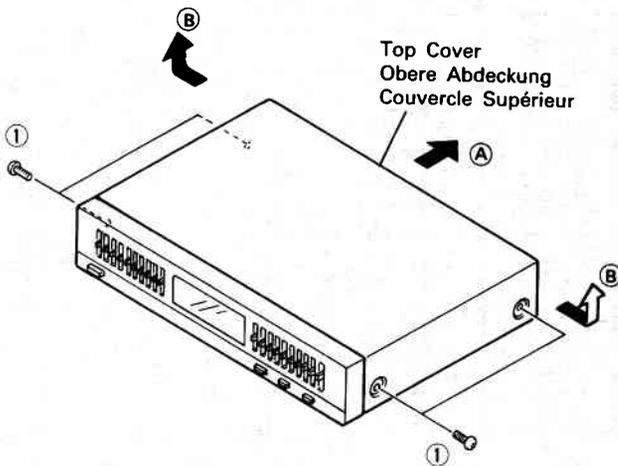

Fig. 1 Abb. 1
1. Top Cover (Fig. 1)
1. Obere Abdeckung (Abb. 1)
1. Couvercle supérieur (Fig. 1)